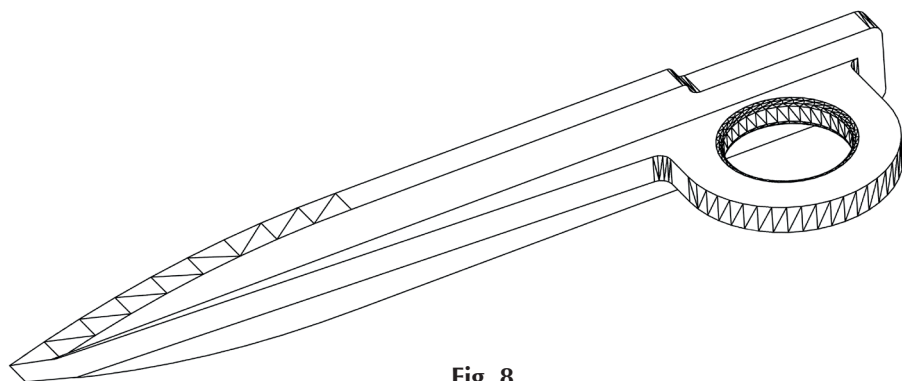

Fig. 8
8) Con il disco abrasivo da grosso rastremare la nervatura centrale del chiodo come da misure indicate. Sagomare gli angoli della testa del chiodo. (Fig. 8).